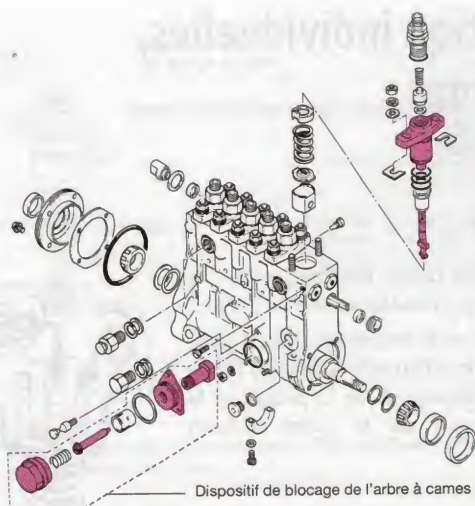

Figure 35.3. Pompe Denso type « EP 9 »
- Calage : par blocage de l'arbre à cames (fig. 35.3).